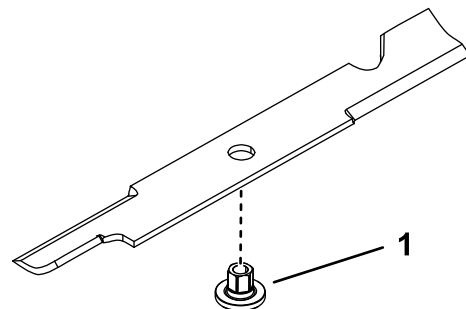

Figura 96
1. Insérez la douille dans la lame en plaçant l'embase sur le côté inférieur (côté herbe) de la lame (Figura 96).